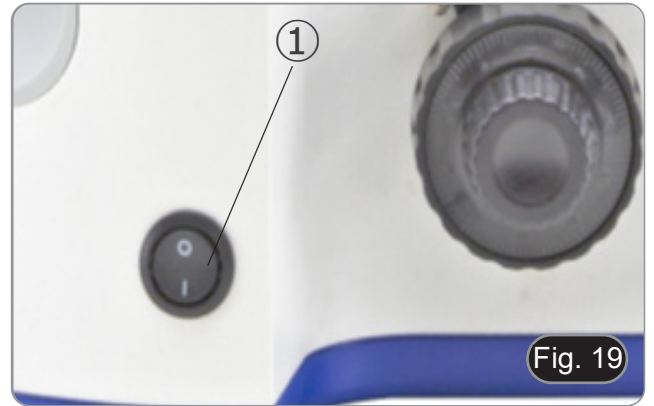

Fig. 19
Um die Durchlichtbeleuchtung zu aktivieren, drehen Sie den Hauptschalter ① auf der linken Seite des Stativs in die Position "1". (Fig. 19)